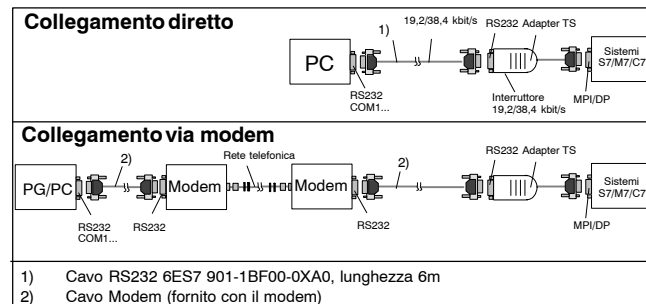

Figura 1-2 Adapter TS nel sistema
- Per il collegamento via modem vedere la figura 1-2 "Adapter TS". Il modem viene collegato con il cavo RS232 allegato all'interfaccia RS232 dell'adapter TS. Nella descrizione del modem questo cavo viene utilizzato per collegare il modem al PC. Se il cavo non dispone sul lato adapter di una spina SUB-D a 9 poli è necessario utilizzare un adattatore (fig. 1-4).